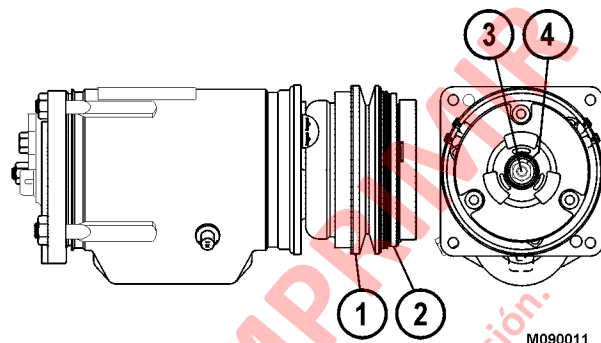

FIGURA 4-17.
2. Retire la correa de accionamiento de la polea de la correa del compresor (1, Figura 4-17).
5. Instale la tuerca de seguridad (4, Figura 4-17) y apriétela hasta que se asiente. El espacio ahora debe medir $1,02 \pm 0,043$ mm ($0,040 \pm 0,017$ in.). Si el espacio no se encuentra dentro de las especificaciones, revise la instalación adecuada de la llave cuadrada.